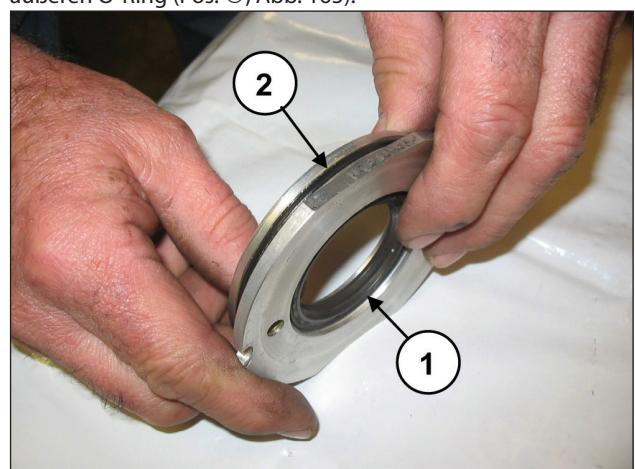

Abb. 165
Ersetzen Sie den Ölabstreifring (Pos. ①, Abb. 165) und den äußeren O-Ring (Pos. ②, Abb. 165).